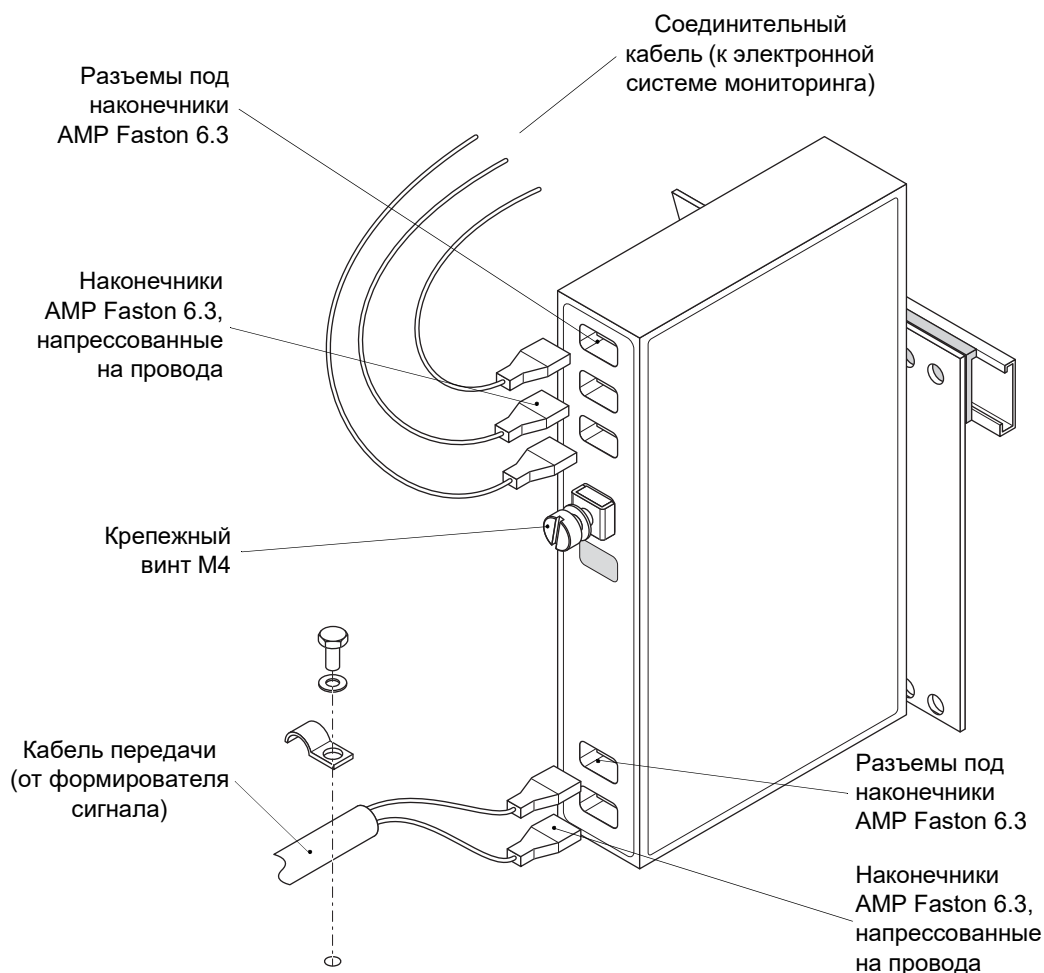
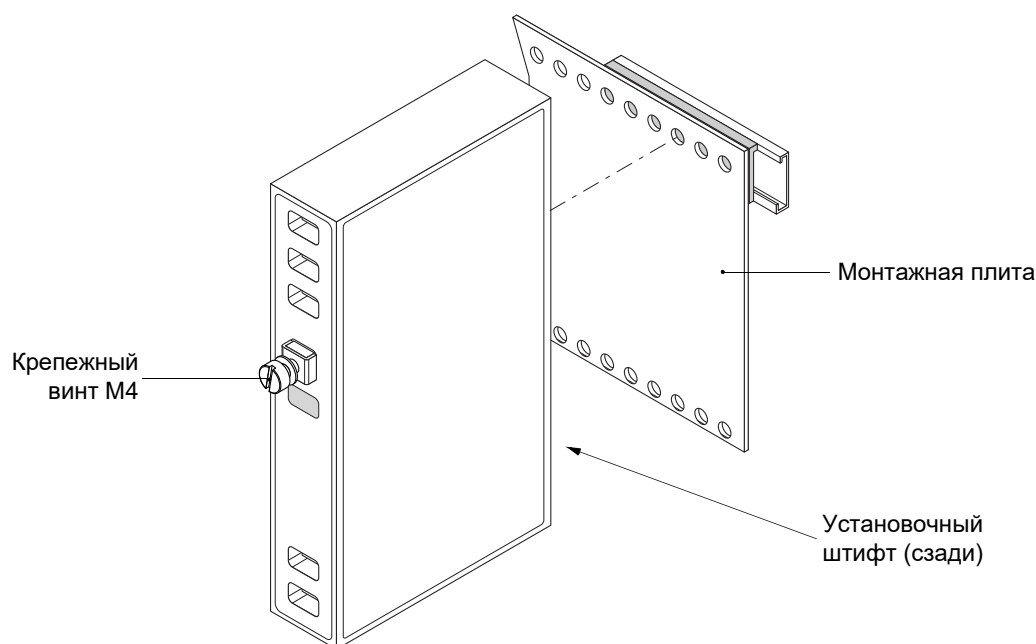

Рис. 5-4. Блок гальванической развязки GSI122 или GSI130
Рис. 5-5. Монтажная плата для блоков гальванической развязки GSI122 и GSI130
Блок гальванической развязки GSI122 или GSI130 обычно устанавливается в корпусе промышленного исполнения, стойке или шкафу. Эти блоки обычно устанавливаются на специальной монтажной плите с помощью установочного штифта и крепежного винта (см. рис. 5-5). Кабель передачи от схемы на стороне датчика и соединительный кабель к схеме на стороне мониторинга подключаются к блоку GSI122 или GSI130 с помощью кабельных наконечников AMP Faston 6.3 (см. рис. 5-4), напрессованных на провода.
- 2- Идентифицируйте все подключенные к блоку GSI122 или GSI130 провода кабеля передачи со стороны датчика и соединительного кабеля в направлении стороны мониторинга. Обратитесь к рис. 5-4 и запишите в табл. 5-2 номер и(или) цвет каждого провода.
- 5- Отпускайте крепежный винт M4, пока блок GSI122 или GSI130 не будет демонтирован, и снимите монтажную плату с DIN-рейки (см. рис. 5-5).